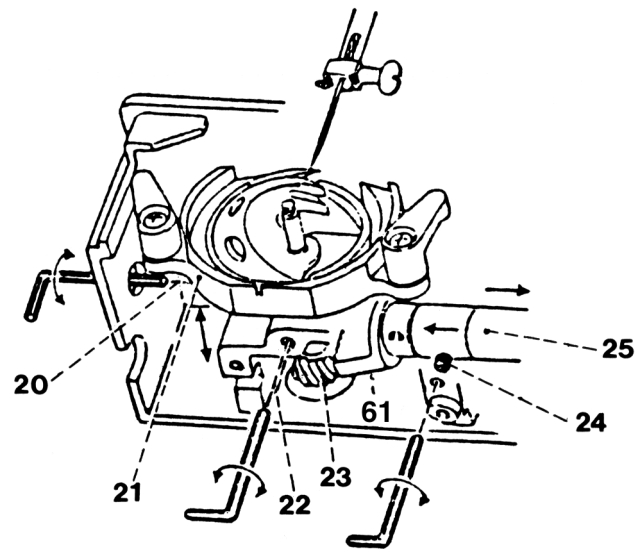

Рис. 7
При правильно отрегулированном подъеме петли на 2,5 мм зубчатый сегмент 61 не должен примыкать к корпусу зубчатого колеса (рис. 7).
- Ослабить винты 27 при помощи гаечного ключа с внутренним шестигранником размером 2,5 мм (рис. 7а).
- Повернуть хвостовик вращающегося петлителя, пока оба приводных элемента 60 не будут установлены на одинаковую высоту (рис. 7б).
- Повернуть приводной вал петлителя 25, пока середина зубчатого сегмента не будет установлена против зубчатого колеса 23 (рис. 7).
Рис. 7а
Рис. 7б